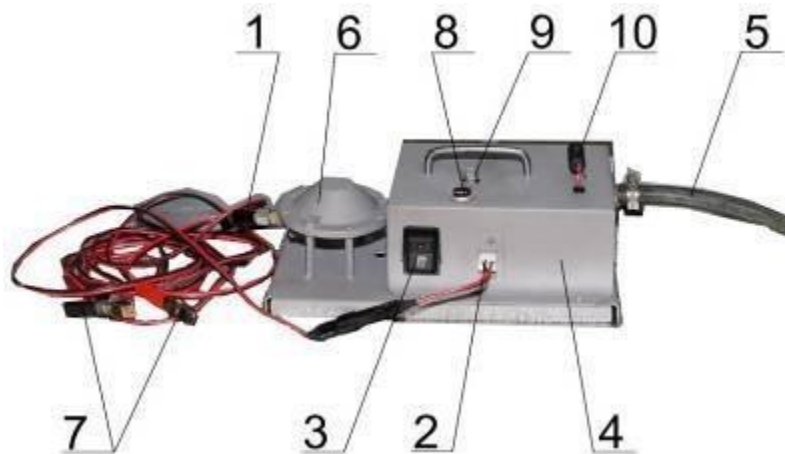

Рисунок 7. Генератор образования дыма
6.2.4. Включить электропитание генератора дыма на 3 мин. В исправном состоянии при соблюдении полярности горит лампа индикатора. Если индикатор не горит необходимо проверить предохранитель, полярность подсоединения клемм к АКБ, после этого отсоединить питание от гнезда соединения электропитания (рисунок 7 поз.2), снять кожух (рисунок 7 поз.4) и проверить исправность подключения всех элементов электрической цепи.
подводится через регулятор давления (рисунок 7, поз.6), который автоматически понижает давление до 0,01МПа (0,1атм).